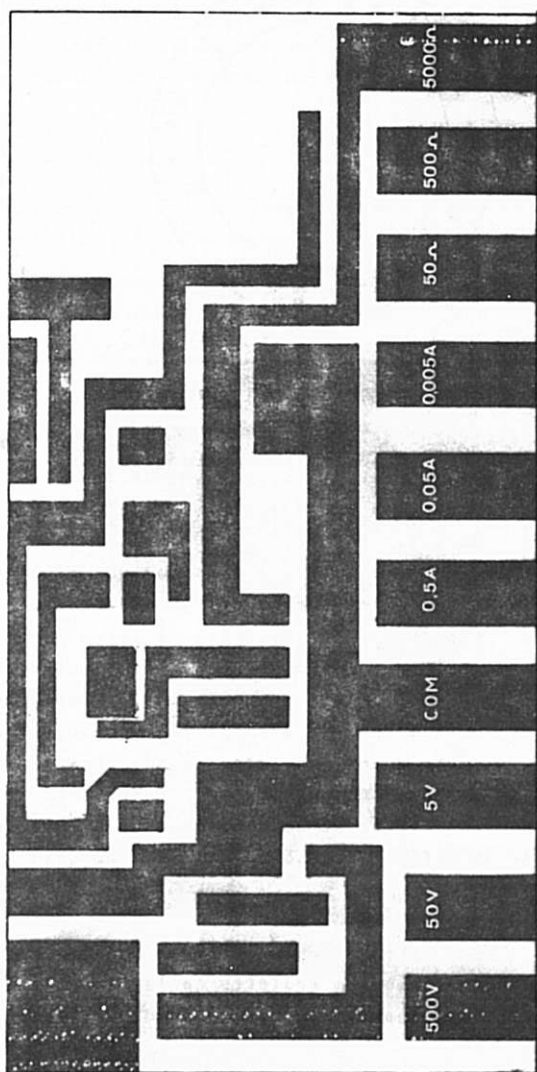

FIGURA 6
- 2) Copie no papel o contorno do desenho do circuito impresso (figura 6).
6) Após a tinta secar, com uma ponta seca, escreva o fundo de escala (5 V, 50 V, etc.) em cada terminal (figura 6)